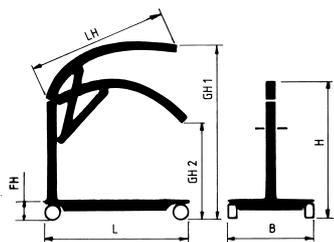

Abb. 3
- Netzkabel mit der Ladebuchse unter der Controlbox verbinden (Abb. 3, Pos. 2).
- Die Ladespannung des Ladegeräts beträgt ca. 27,5 V(DC) und der Ladestrom beträgt ca. 20 mA.